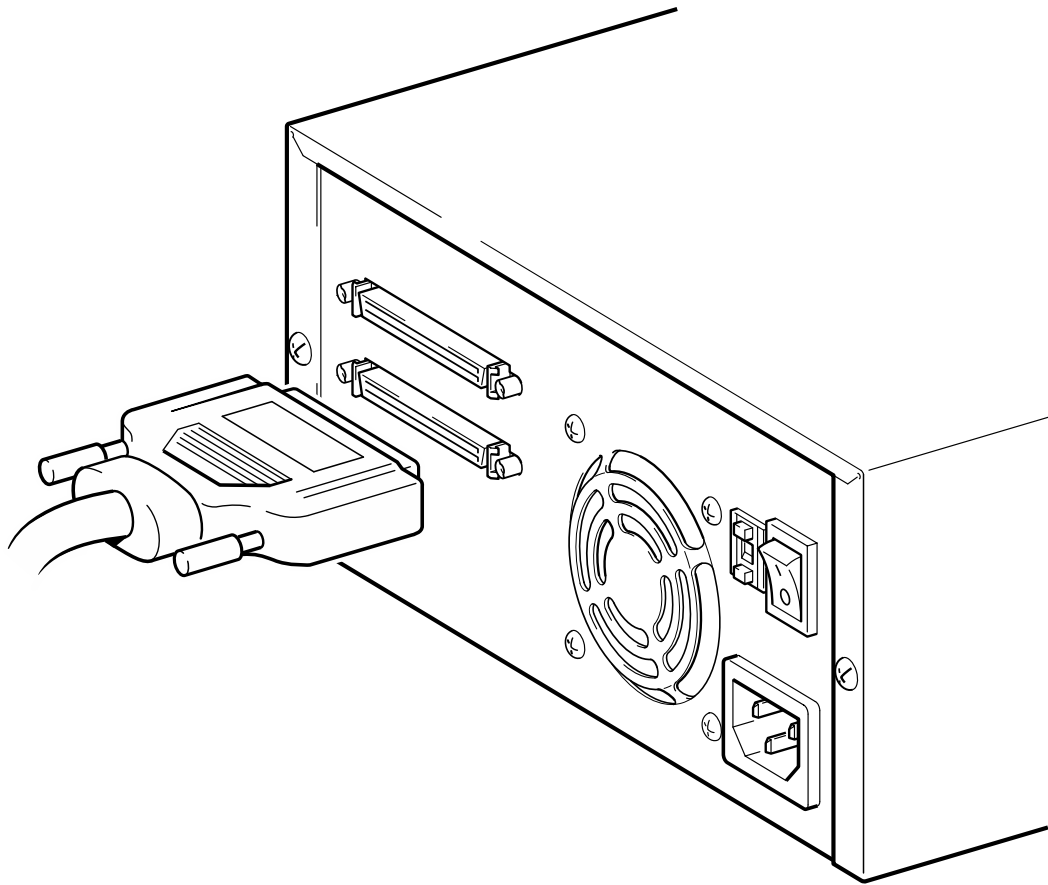

Figure 2 : branchement du câble SCSI
- 2** Branchez une extrémité du câble SCSI au connecteur externe de l'ordinateur et fixez-la à l'aide des vis, comme le montre la figure 2.